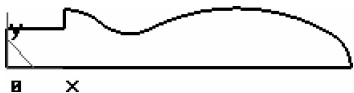

图 3-19 绘制手柄的草图
解 (1) 在树管理器中拾取“平面 XY”, 单击  按钮, 进入草图绘制状态, 绘制如图 3-19 所示手柄的草图。
(2) 单击  按钮, 退出草图绘制状态。在平面 XY 内绘制直线, 作为旋转轴。